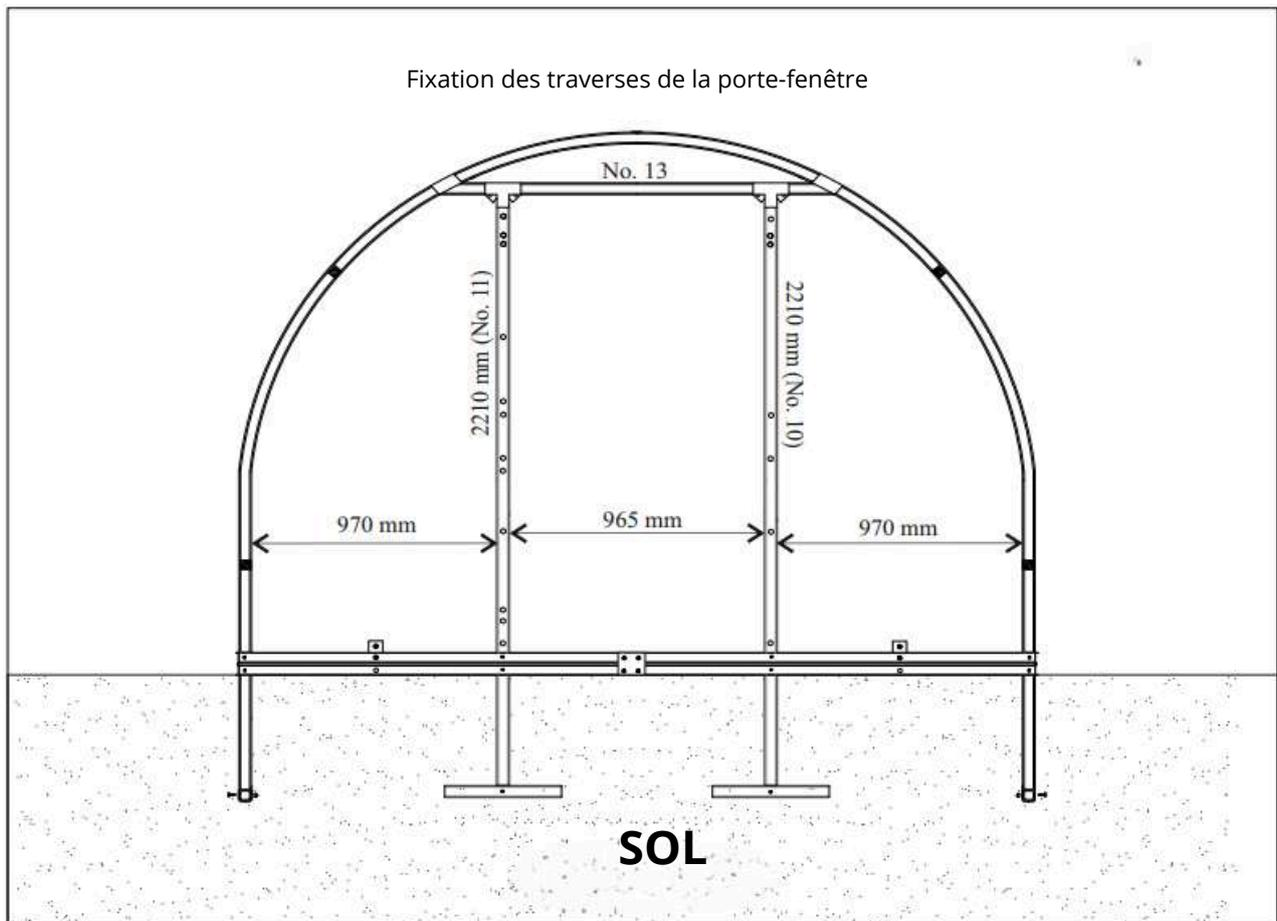

Fig. 11
**16** - Avec des écrous, et à la base de la fondation en utilisant des boulons M5-40 et des écrous. Faites de même pour la partie arrière de la serre. **VOIR FIG. 11. Note : Il existe deux types de supports de porte : avec plus de trous prêts pour le montage de la porte et sans eux. Avant d'installer les supports de porte, décidez de quel côté la porte s'ouvrira. Si vous ouvrez la porte avec votre main droite vers la droite en étant debout devant la serre (droite devant), installez le support de porte avec plus de trous de montage à droite.**